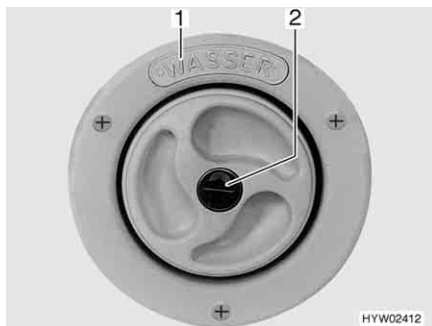

Fig. 45 Couvercle de fermeture pour bec de remplissage d'eau potable
- ▷ Le bec de remplissage d'eau potable est désigné par l'inscription "WASSER" (eau) (Fig. 45,1).
- Insérer la clé dans le barillet (Fig. 45,2) et la tourner dans le sens inverse des aiguilles d'une montre.